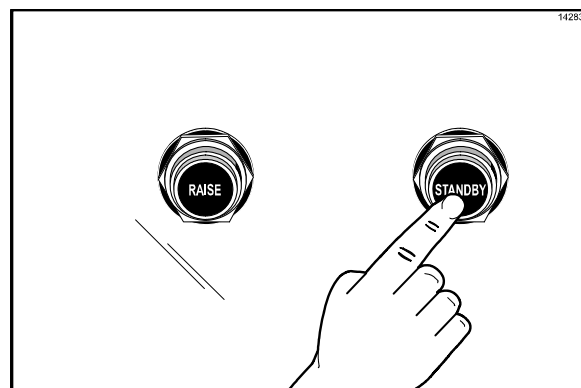

Figure 118
5. Appuyer sur le bouton STANDBY (attente) (Cf. Figure 118).